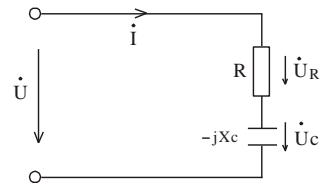
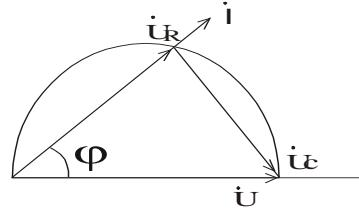

图 5-1
图 5-2
2. 图 5-1 所示的 RC 串联电路，在正弦稳态信号  $U$  的激励下， $U_R$  与  $U_C$  保持有  $90^\circ$  的相位差，即当  $R$  阻值改变时， $U_R$  的相量轨迹是一个半圆。 $U$ 、 $U_C$  与  $U_R$  三者形成一个直角形的电压三角形，如图 5-2 所示。 $R$  值改变时，可改变  $\varphi$  角的大小，从而达到移相的目的。
- 按图 5-1 接线。R 为 220V、15W 的白炽灯泡，电容器为 4.7 μ F/450V。经指导教师检查后，接通实验台电源，将自耦调压器输出(即  $U$ )调至 220V。记录  $U$ 、 $U_R$ 、 $U_C$  值，验证电压三角形关系。